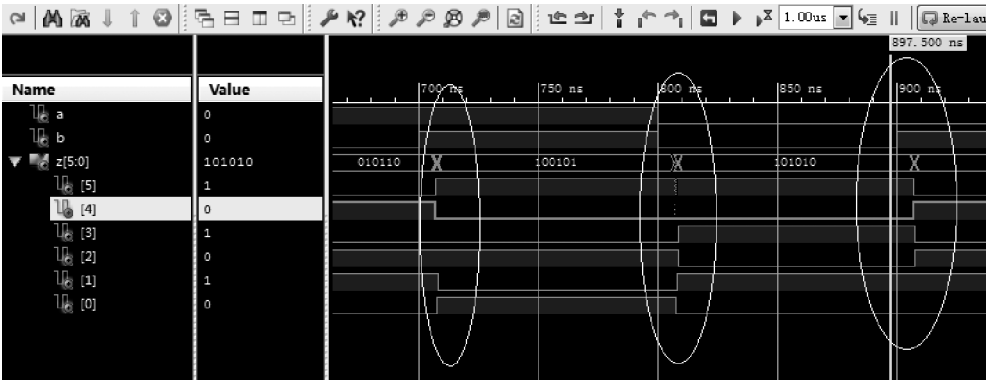

图 3.64 时序仿真波形
(5) 在展开项中,选择并双击 Simulate Post-Place & Route Model(仿真布局和布线后模型)选项。
(6) 打开 ISim 工具,调整波形窗口,使得波形进入观察窗口中。
(7) 如图 3.64 所示,查看图中白色画圈的地方。